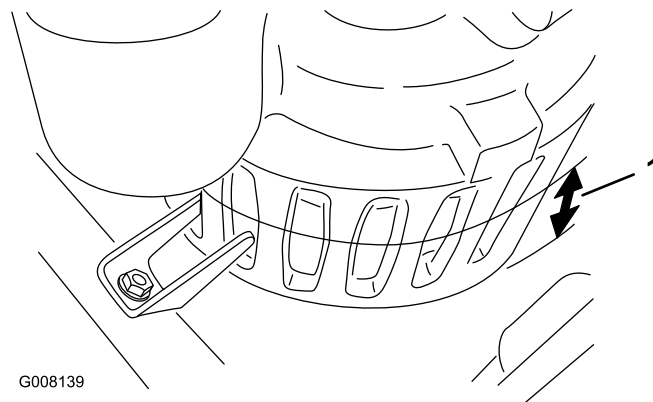

Figura 8
1. Misurate la profondità dell'acqua nella parte più bassa del bunker. Se è inferiore a ca. 6,35 cm (a metà delle scanalature sulla pompa), praticate un foro di ca. 30 x 30 cm per 5–7,5 cm di profondità per calarvi la pompa (Figura 8).